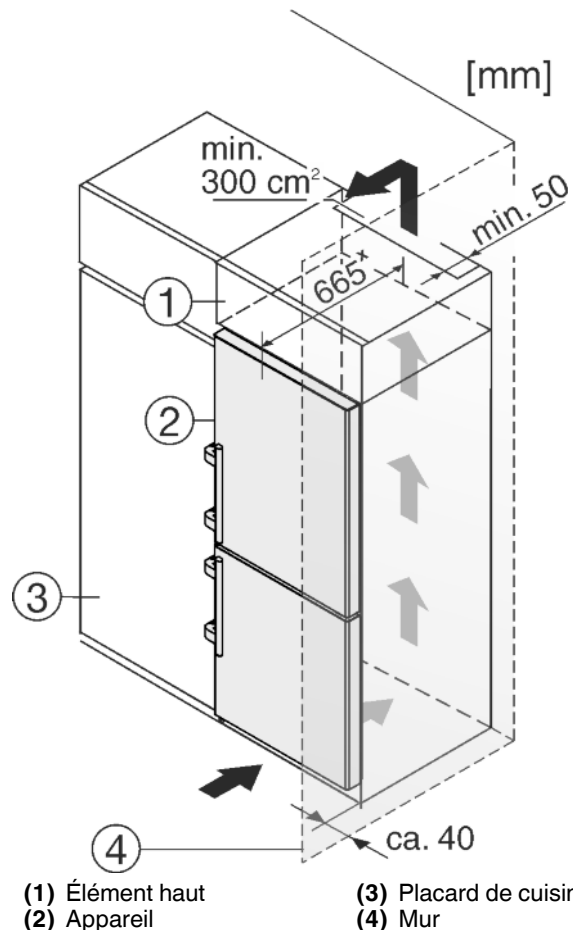

Fig. 26
L'appareil peut être entouré de meubles de cuisine. Pour adapter l'appareil *Fig. 26 (2)* à la hauteur des placards de la cuisine intégrée, on peut placer un élément haut *Fig. 26 (1)* au-dessus de l'appareil.
Si l'appareil est installé avec les charnières à côté d'un mur *Fig. 26 (4)*, la distance entre l'appareil et le mur doit être de 40 mm min. Ceci correspond à la saillie de la poignée lorsque la porte est ouverte.